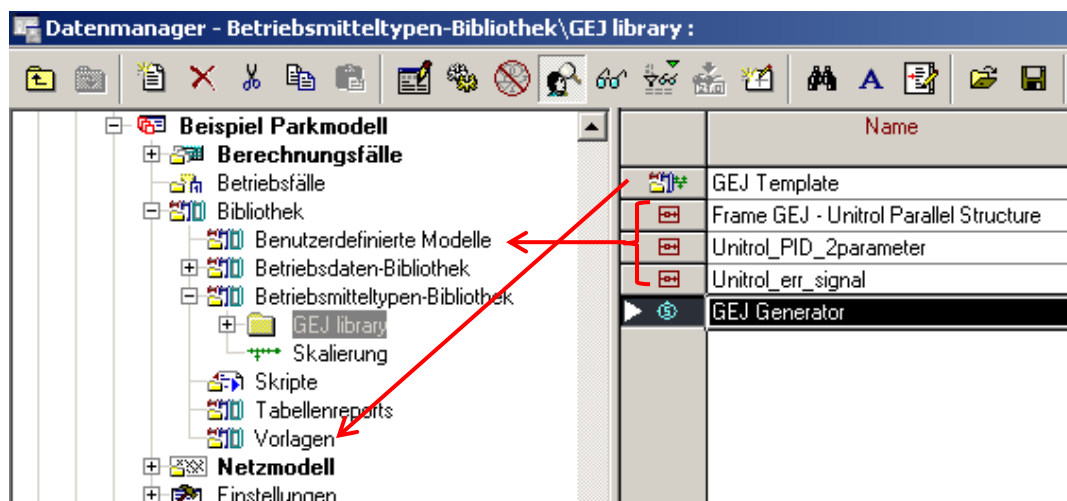

Abbildung 6: „GEJ Library“ Ordnerstruktur
- 1) Die vorgefertigte Template Datei „GEJ Template“ ausschneiden und in den Bibliotheksordner „Vorlagen“ einfügen (Abbildung 6).
ausschneiden und im Bibliotheksordner „Benutzerdefinierte Modelle“ einfügen (Abbildung 6).